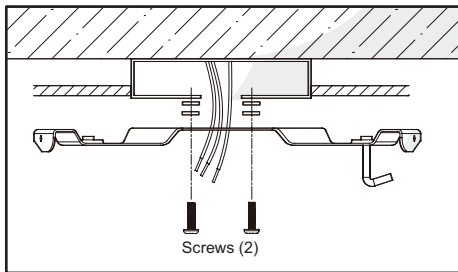

Figura 4
1. Fija la placa de montaje firmemente en la caja eléctrica usando los dos tornillos de la misma. Saca los cables de suministro de 120 V (negro, blanco y a tierra) fuera de la caja eléctrica y pásalos a través del orificio en la placa de montaje, y colócalos a un costado. (Figura 4)